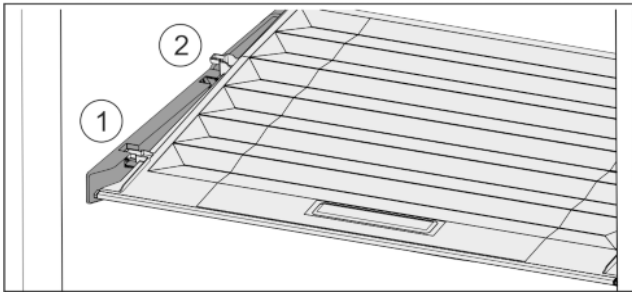

Fig. 29
- ▶ Tirer le couvercle vers l'avant jusque dans l'orifice des pièces de retenue Fig. 29 (1).
- ▶ Le soulever par le bas à l'arrière et le sortir par le haut Fig. 29 (2).